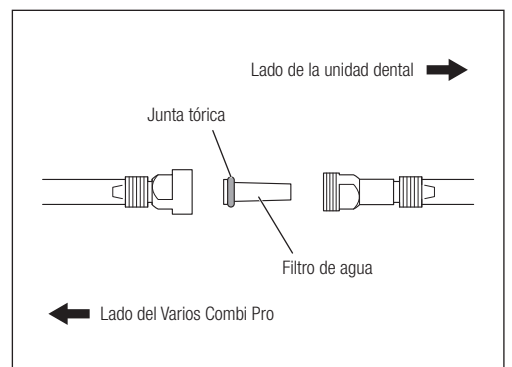

Fig. 58
- 5) Coloque el nuevo filtro de agua con la junta tórica en el lado del Varios Combi Pro y vuelva a montar el conjunto siguiendo el procedimiento de desmontaje a la inversa (Fig. 58).